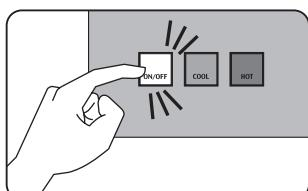

図2
- ・COOLスイッチとHOTスイッチは、同時に押せません。(図2)